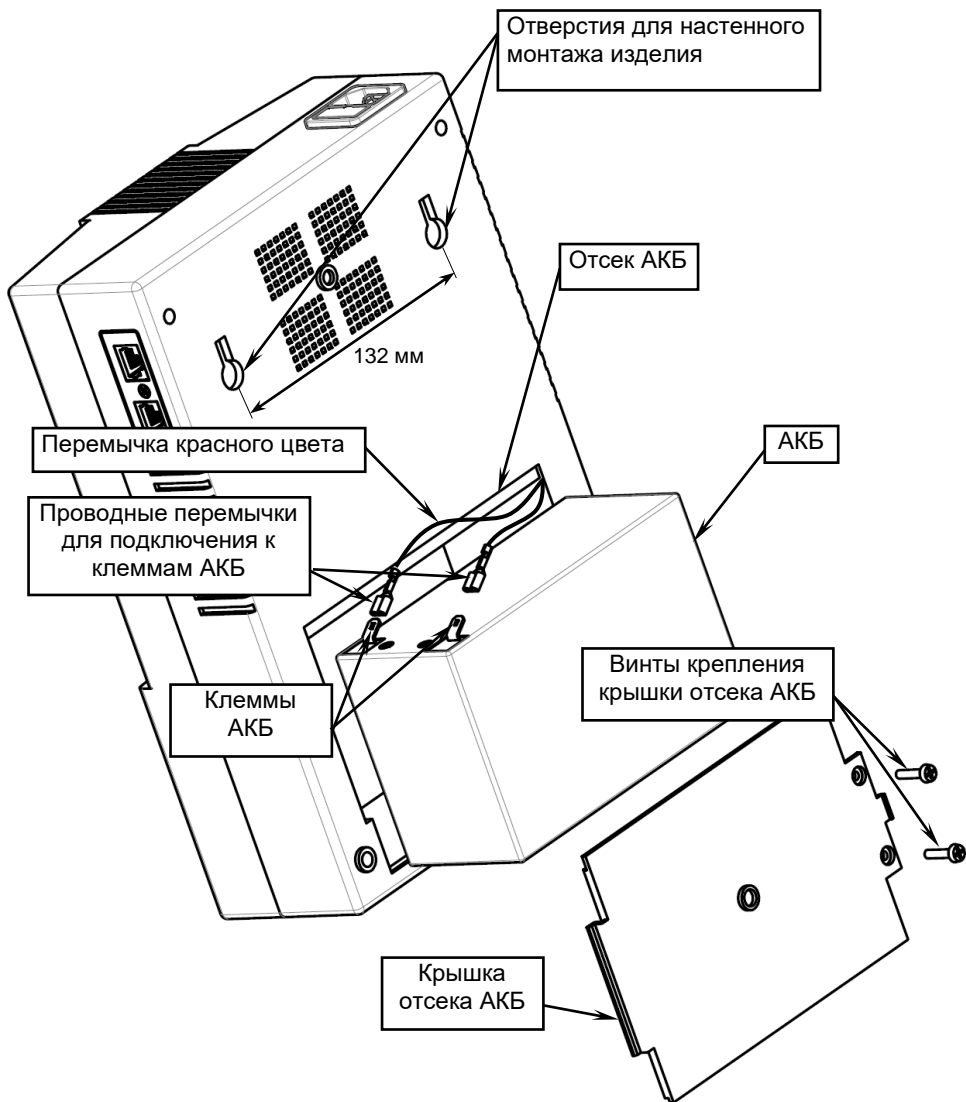

Рисунок 3 — Общий вид изделия сзади, отсек АКБ открыт.
- отсек со встроенной аккумуляторной батареей, с возможностью ее быстрой замены (см. рисунок 3);
При горизонтальном размещении изделие можно установить на любую плоскую поверхность (стол, стеллаж и т. п.). При вертикальном размещении необходимо подготовить места крепления в соответствии с расположением крепежных отверстий на задней стенке корпуса изделия, (см. рисунок 3) крепеж в комплект поставки не входит).
2. Откройте крышку аккумуляторного отсека (см. рисунок 3).